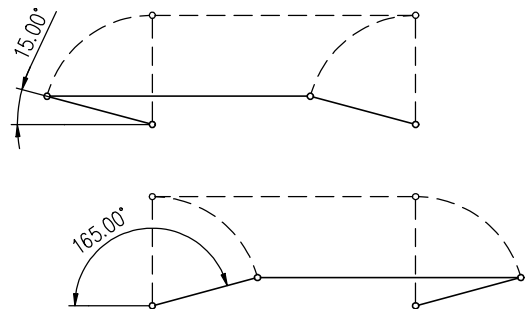

Рис. 1
Механическое присоединение рычажное (рис. 1)
- При сборке рычажного механизма следите затем чтобы угол между рычагом и тягой не был меньше 15° и больше 165° . (Рис.1)